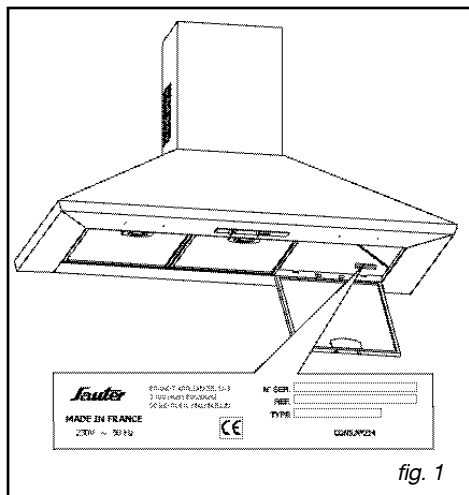

fig. 1
- Retirez le filtre cassette en le dépliant (fig. 1).
Les éventuelles interventions sur votre appareil doivent être effectuées par un professionnel qualifié dépositaire de la marque. Lors de votre appel, mentionnez la référence complète de votre appareil (modèle, type, numéro de série). Ces renseignements figurent sur la plaque signalétique (Fig.1).